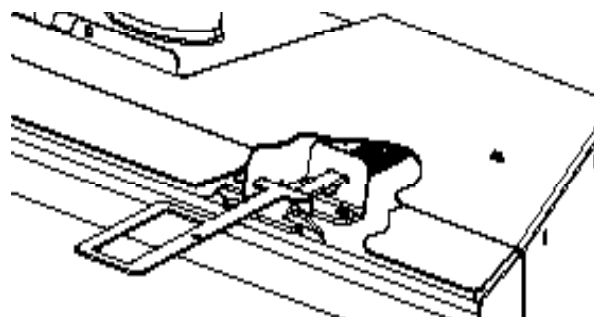

Figure 1
- Retirez l'outil de verrouillage de la palette d'expédition. Utilisez-le pour dégager les deux verrous à ressort du cadre de verre comme indiqué dans la figure 1. Insérez la broche de l'outil dans le verrou et tirez le crochet de verrouillage vers l'avant et vers le haut pour le dégager de la fente du cadre de verre. Faites pivoter le haut du cadre vers l'avant et soulevez pour le dégager du canal du cadre de verre au fond de la boîte à feu. Placez l'ensemble vitré bien à l'écart sur une surface propre et sûre.